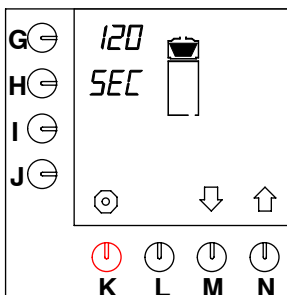

Fig. 48 Tempo di gocciolamento
- Premere il tasto di selezione (N.) $\uparrow$ fino a che sullo schermo viene visualizzato quanto illustrato nella fig. 48 .